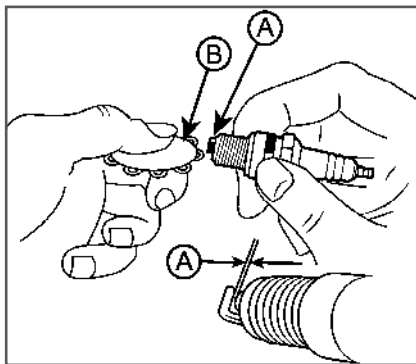

Рис. 14 Обслуживание свечи зажигания
- Измерьте зазор между электродами свечи зажигания специальным щупом. Зазор должен быть 0,7-0,8 мм (Рис. 14). При увеличении или уменьшении требуемого зазора, рекомендуется заменить свечу, так как регулировка зазора может привести к изменению качества искрообразования.